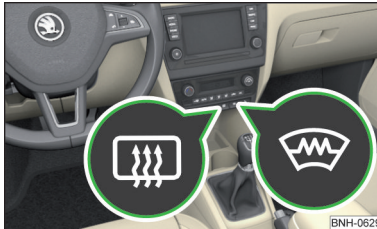

Abb. 61
**Tasten für die Beheizung (je nach Fahrzeugausstattung) » Abb. 61**